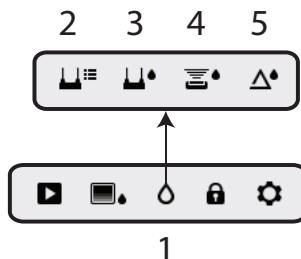

Fig. 5-4 Icônes du mode d'humidité
Depuis le menu principal, sélectionnez l'icône du mode HUMIDITÉ (1). Reportez-vous à la Fig. 5-4. Choisissez ensuite un des quatre modes d'humidité (éléments 2, 3, 4 et 5) décrits ci-dessous.